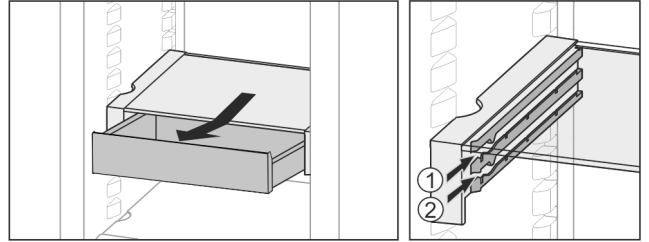

Fig. 60
- ▶ In beliebiger Höhe Fig. 60 (1) oder Fig. 60 (2) einschieben.